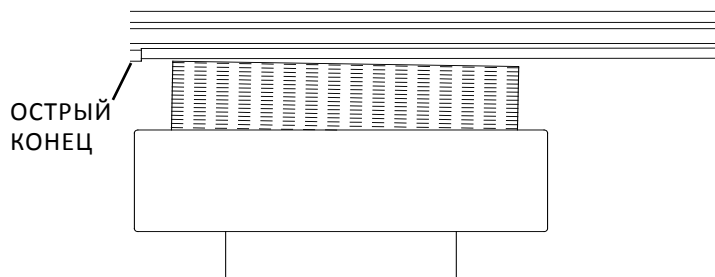

РИС. 33
1. Переместите шлифовальную насадку к левому концу неподвижного ножа. Теперь отрегулируйте маховик подачи каретки, пока круг *слегка* не коснется неподвижного ножа с внутренней стороны неизношенного острого конца. См. РИС. 33.